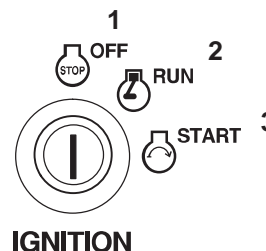

Figure 18
2. Laissez tourner le moteur au ralenti pendant 60 secondes (Fig. 18).
3. Tournez la clé de contact en position Contact coupé (Fig. 18).